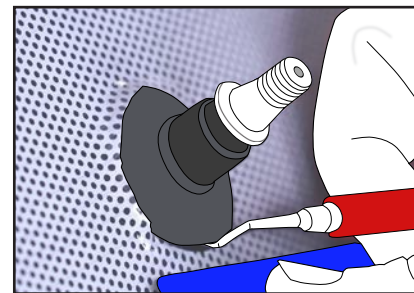

Figure 24
- › Soulever le caoutchouc avec le crochet HEXCROCH. (FIG. 24)
› Appliquer 5 mm de bande sur le film est 5 mm sur le vitrage. (FIG. 24)